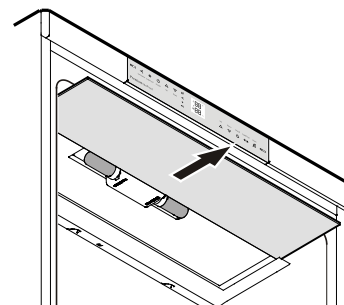

Figure 14
2. Retirer la plaque de verre - **Figure 14**.